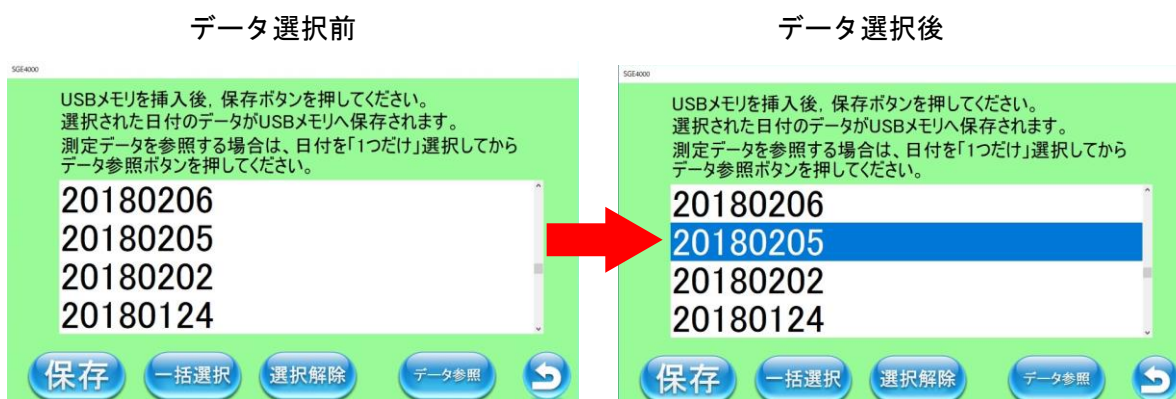

図 8.6.1-1 出力データリスト画面
メイン画面の**データ出力**ボタンをタップすると、出力データリスト（図 8.6.1-1）が測定日毎に表示されます。過去の測定日の結果を確認する方法としては、当該機能のデータ出力でデータを抜き出してPCで確認する方法と、日付を1つだけ選択してその場で結果を一覧表示して確認する方法があります。
- **保存**ボタンをタップして選択したデータのUSBメモリへの保存を開始します。選択したデータの保存が完了すると、データ出力完了画面（図 8.6.1-2）が表示されます。